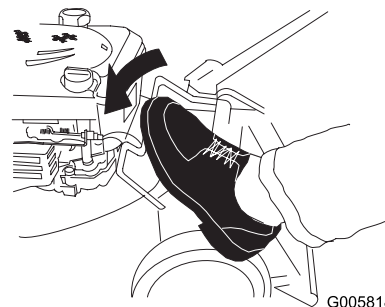

Figure 22
2. Appuyez sur la barre de déblocage du guidon avec le pied (Figure 22).